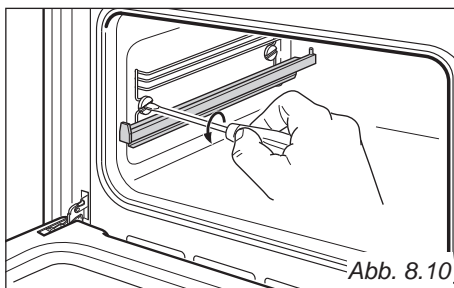

Abb. 8.10
- Entfernen Sie die Seitengestelle durch Lösen der Befestigungsschrauben (Abb. 8.10).